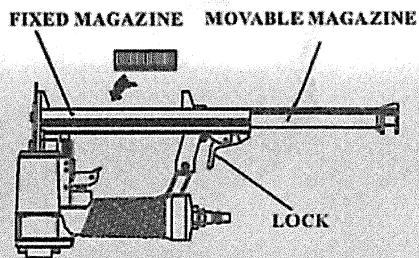

Figure 3
- Entsperren Sie FEEDERLOCK (#56) zu und ziehen Sie den mobilen Teil des Ladegeräts (#54) vollständig heraus, wie in Abbildung 3 dargestellt.
- Depress the LOCK (#56) to release the MOVABLE MAGAZINE (#54) and pull the magazine out fully as shown in Figure 3.
- Débloquer le FEEDERLOCK (#56) et tirez sur la partie mobile du chargeur (#54) complètement tel qu'illustre à la Figure 3.